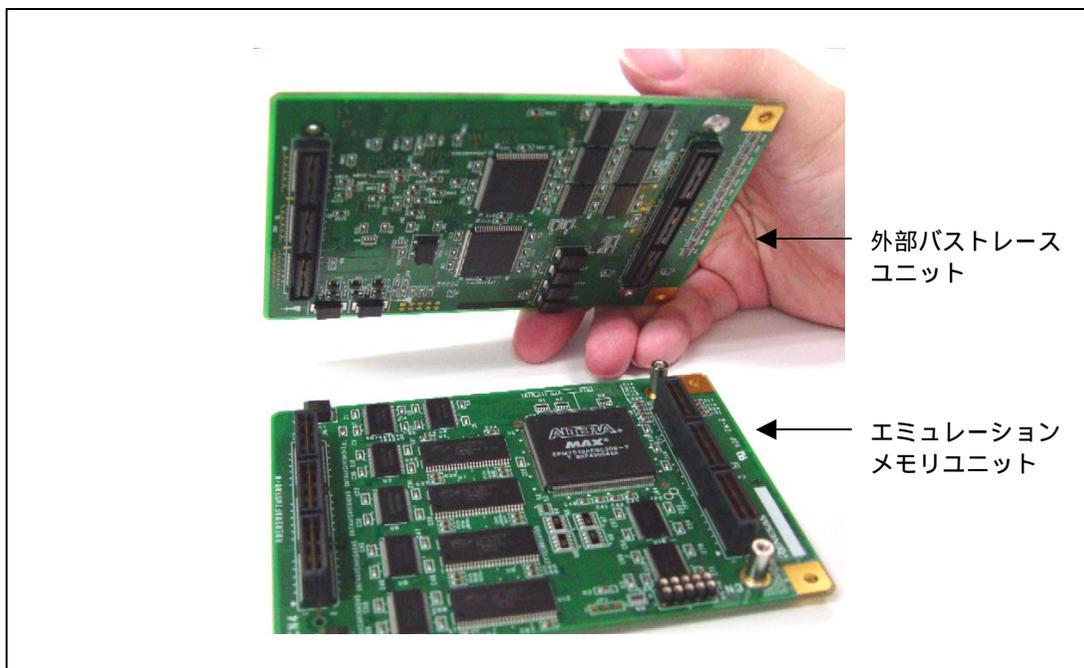

図 2.8 外部バストレースユニットとエミュレーションメモリユニットの接続方法
- 外部バストレースユニットとエミュレーションメモリユニットを組み合わせでご使用になる場合は、図2.8のように外部バストレースユニットとエミュレーションメモリユニットを接続してください。